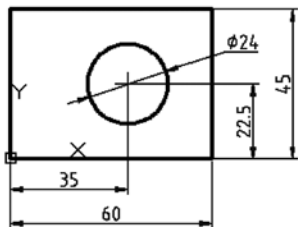

图 5-39 绘制图形并标注尺寸
1) 新建一个图形文件，在该图形文件中绘制如图 5-39 所示的图形，并标注其尺寸。